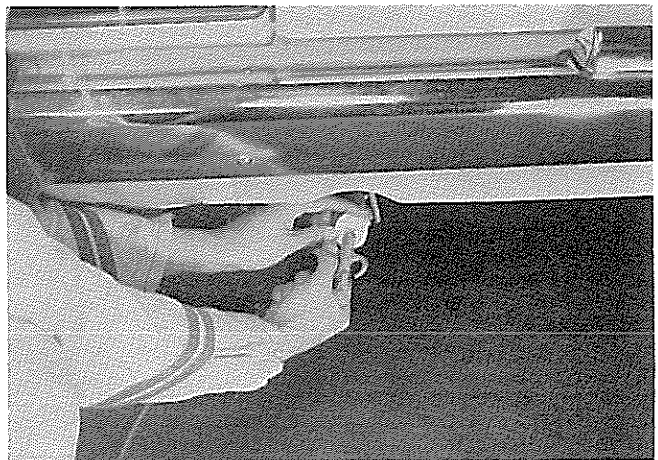

図4-8-29 ガス漏れ点検 C8907
(2) ガス漏れ点検を次の方法で行なう。
- ① エンジン回転時に各接続部より漏れがないかを点検する。
- ② ①の方法で確認不十分と思われる場合はテールパイプより図4-8-29のように 1 kg/cm2の空気を送って各接続部からの空気漏れを点検する。